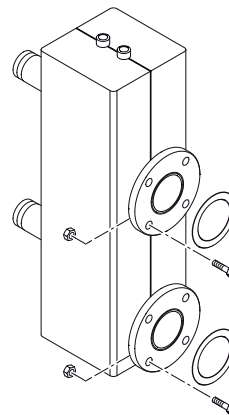

Fig. 7
1.9 COMPENSATEUR HYDRAULIQUE cod. 8101550 (à demander à part) (fig. 7)